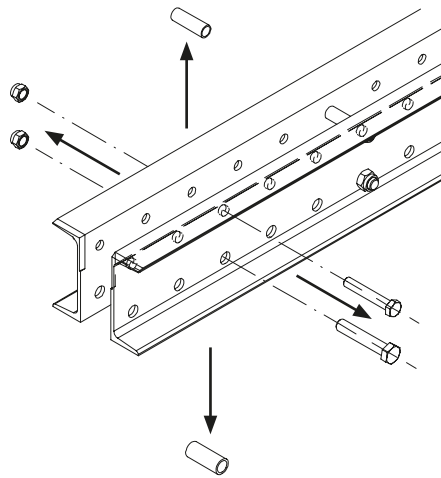

Fig. B2.01a
3. Rimuovere i distanziatori esterni. (Fig. B2.01a)
- Dopo aver rimosso le viti, devono essere lasciate libere cinque file di fori fino alla rimozione della coppia di viti successiva. (Fig. B2.01a)